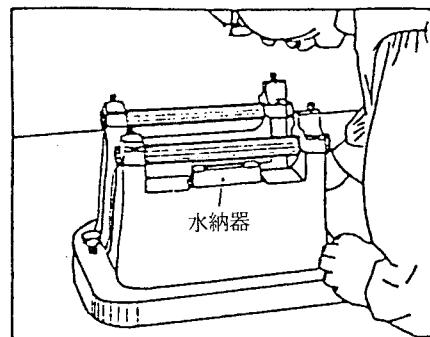

図1-25 本体の水平を調整する
(1) バランス台の水平調整をする。
- ① 水平調整ねじを回し、水準器の気ほうが中央にくるように本体を水平に調整する(図1-25)。